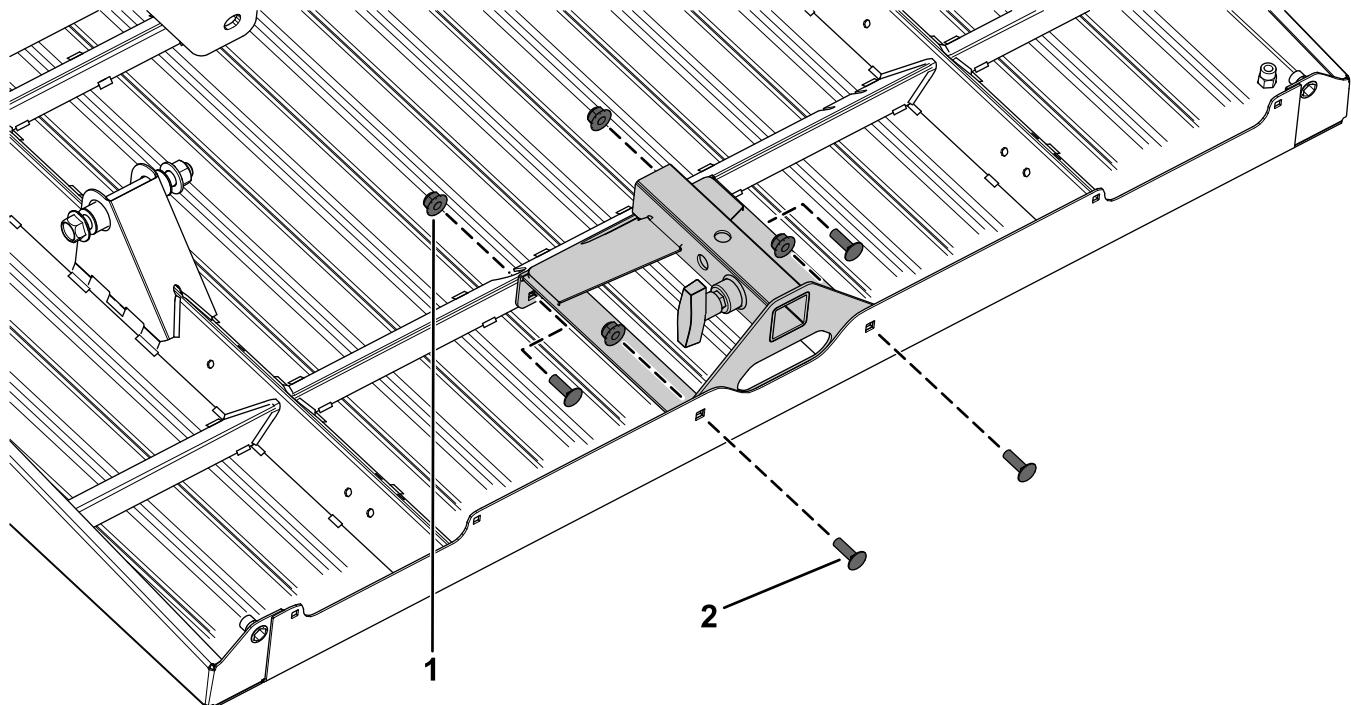

Figure 3
2. Fixez le récepteur d'accessoire arrière au plateau à l'aide de 4 boulons ($\frac{3}{8}$ " x 1") et 4 contre-écrous ($\frac{3}{8}"), comme montré à la Figure 3.$